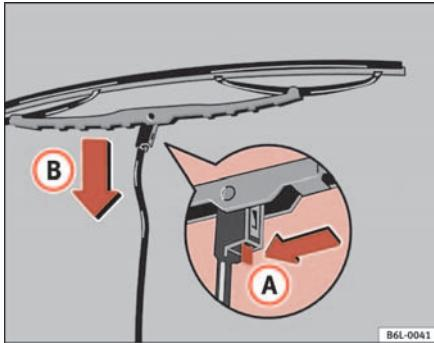

Fig. 124 Cambio escoba limpiaparabrisas
- Oprima el resorte de seguridad en el sentido de la flecha A ⇒ fig. 124.
- Desenganche la escoba en el sentido de la flecha B ⇒ fig. 124 y a continuación extráigala del brazo en el sentido contrario.